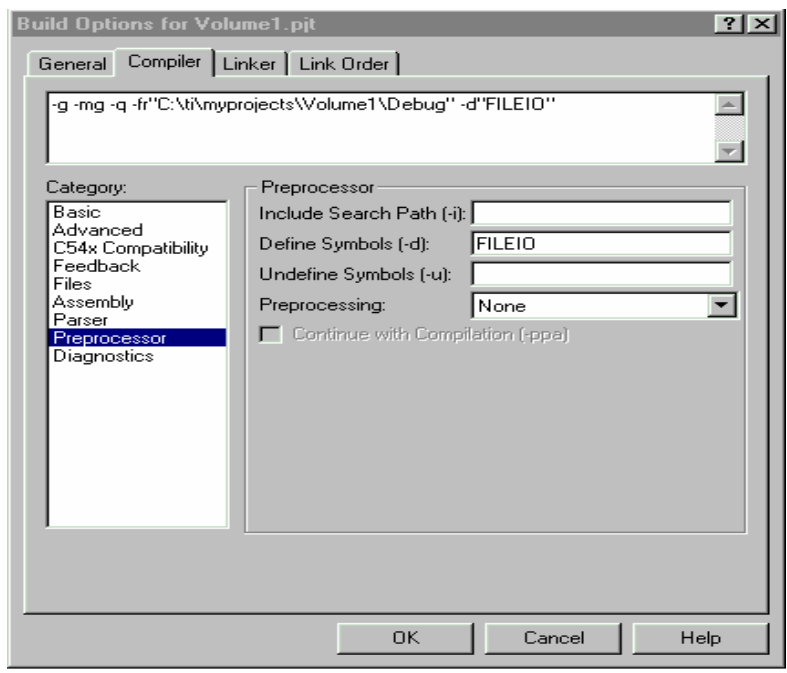

图 1-5 Build Options 窗口
(1) 选择 **Project Build Options**，显示如图 1-5 所示的窗口。
(2) 在编译窗口的编译器选择栏的列表选项中选择 **Preprocessor**，在 **Define Symbols** 栏中输入 **FILEIO**，并按下 Tab 键。
注意：此时窗口上方的编译命令包括 **define Symbols[-d]** 选项（见图 1-5）。当重新编译程序时，**#ifdef FILEIO** 后的代码将被包括在其中（其他选项将会随所使用的目标板不同而不同）。